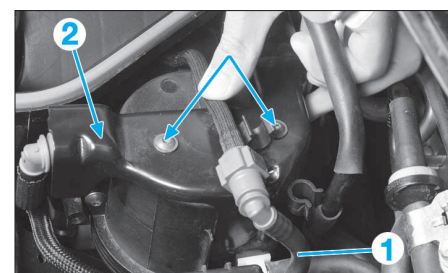

FIG. 46
- Décliper le tuyau (1) (Fig.46) de son support et le débrancher.
- Déposer le support (2).